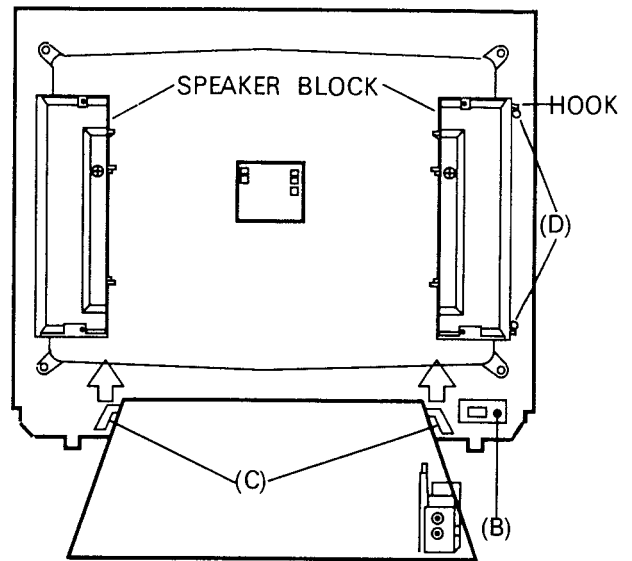

Fig.6 Abb. 6
2. Remove the 1 screw (B) as shown in Fig.6.
3. Hold and lift the tabs (C) of chassis as shown in Fig.6, then draw out the chassis towards you.
2. Die 1 Schraube (B) entfernen (siehe Abb. 6).
3. Das chassis an den beiden Laschen (C) haltend anheben und dann gegen sich herausziehen (siehe Abb. 6).
1. Remove the 2 screws (D) and 2 hooks as shown in fig.6.
1. Die beiden Schrauben (D) und die beiden Haken entfernen (siehe Abb. 6).